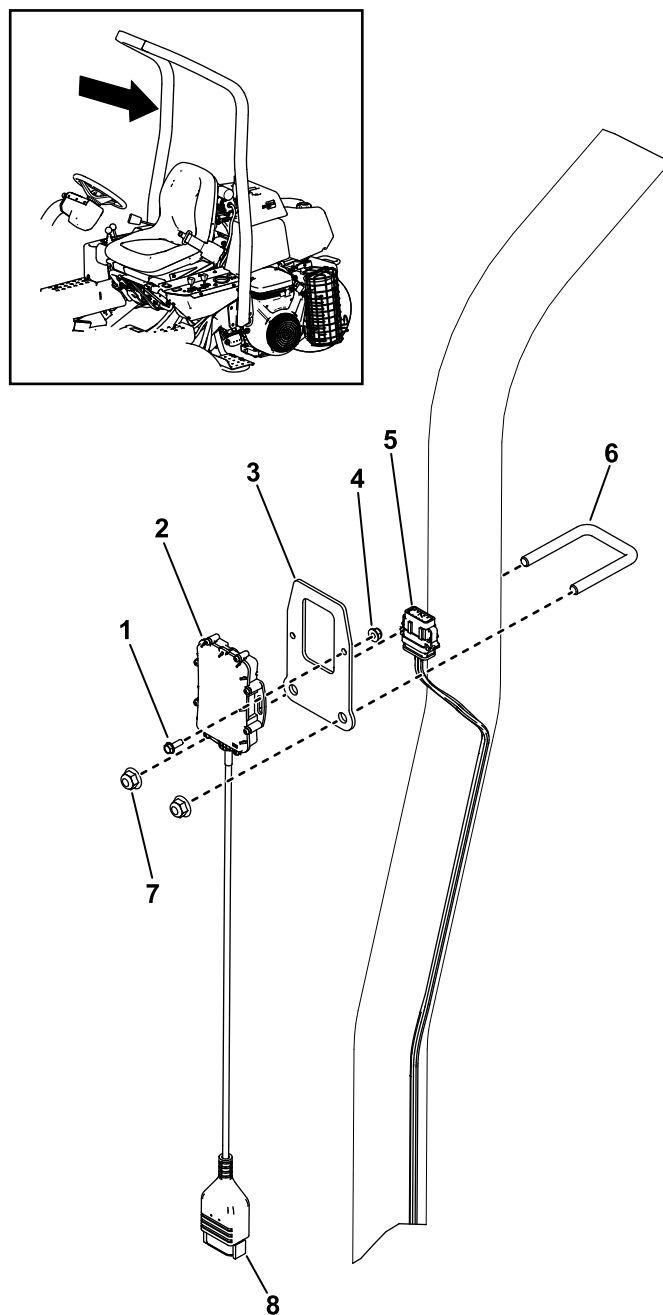

Figura 5
1. Utilize um parafuso em U (3/8 pol.) para prender o suporte do dispositivo à barra de segurança (Figura 5).
2. Instale o conector do dispositivo no conector da cablagem da telemática rotulada P02 (Figura 5).
Utilize dois parafusos (n.º 10) e duas porcas (n.º 10) para prender o dispositivo de telemática ao suporte do dispositivo (Figura 5).